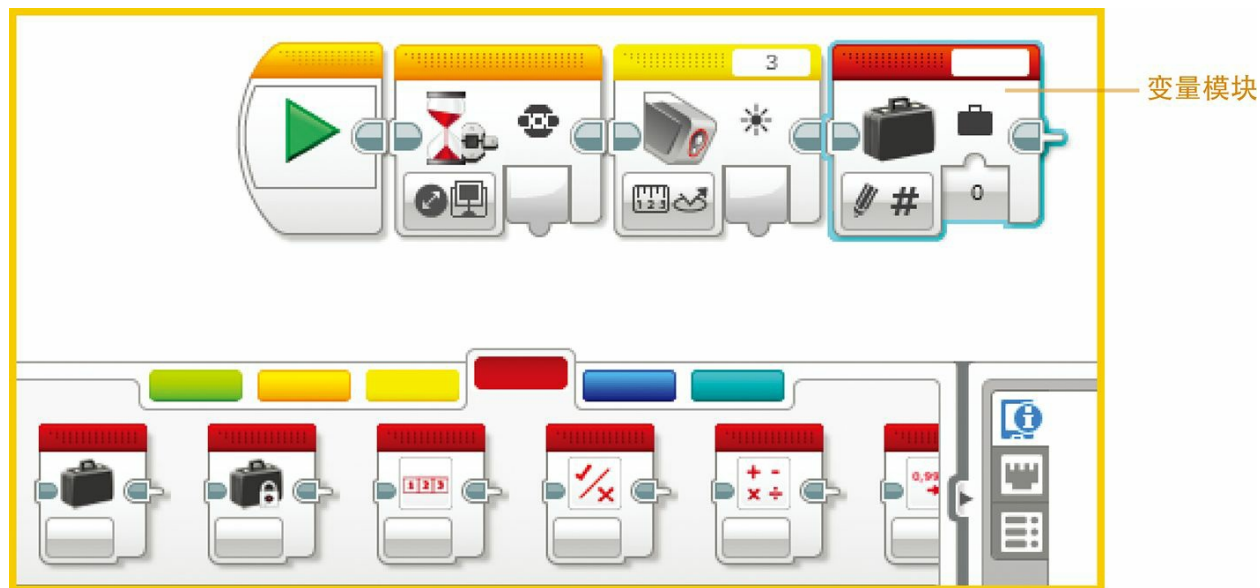

图8.15 变量模块
**8.** 按照如图8.15所示的方法拖曳一个变量模块到程序序列。变量模块有一个手提箱或是公文包的图标，它是一个容器，可以存放你想让它存放的东西。